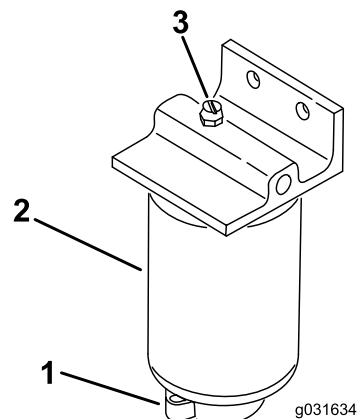

图 49
2. 松开滤清器底部的排油阀图49。
1. 清洁滤清器的安装区域 图 49。